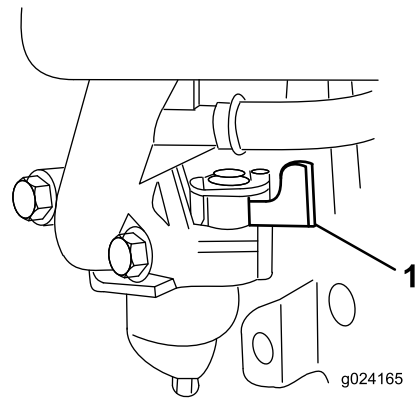

Figure 15
2. Ouvrez le robinet d'arrivée de carburant en tournant le levier vers la droite (Figure 15).
**Remarque:** Fermez le robinet d'arrivée de carburant en tournant le levier (Figure 15) vers la **gauche** si vous ne prévoyez pas de démarrer le moteur tout de suite après.